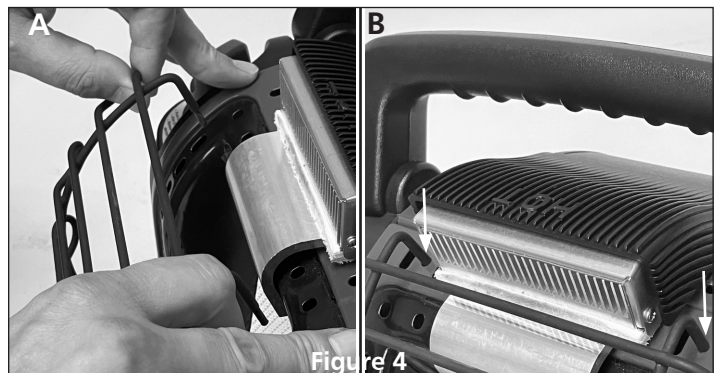

Figure 4
3. Reattach the guard as shown in Step 3 and Figure 4.
- Refermer la grille protectrice comme indiqué à l'étape 3 et à la figure 4.